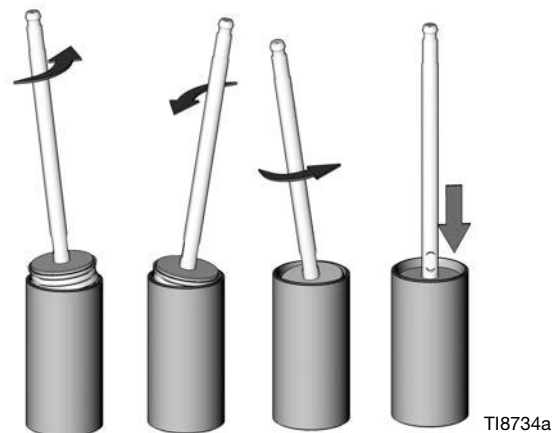

FIG. 6. Installare il pistone nel cilindro
1. Reinstallare i tappi (50, 52) nel corpo del fluido superiore (8) e inferiore (7).
2. Installare la valvola di scarico della pressione (48) nel corpo superiore (8) direttamente fra il punto di collegamento del collettore di ingresso (49). Serrare la valvola di scarico della pressione (48) a una coppia di 11-15 Nm (100-135 in-lb).
3. Fissare il corpo inferiore (7) in una morsa.
4. Installare il gruppo dell'asta del pistone nel cilindro (6). Lubrificare la parte interna del cilindro (6). Fare scorrere il gruppo del pistone nel cilindro (6). Ruotare il gruppo pistone come illustrato in FIG. 6.